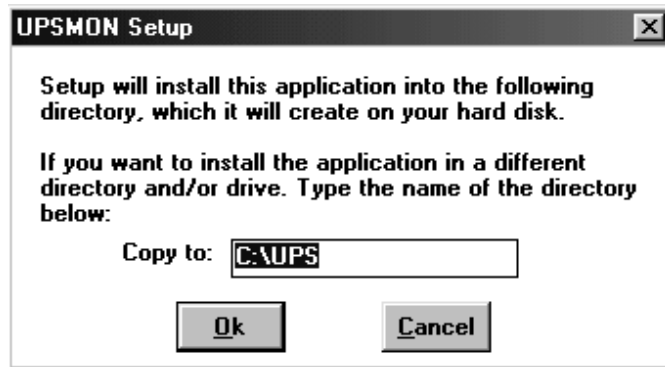

Abbildung 6: Installation von UPSMON in Windows
3. Geben Sie [A:\SETUP] ein, und drücken Sie die <Eingabetaste>. Jetzt sehen Sie Abbildung 6 auf dem Bildschirm.